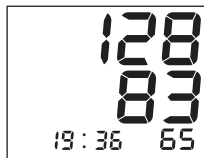

Рис.15
6. Данные артериального давления и частоты пульса будут выведены на экран дисплея (рис. 15).